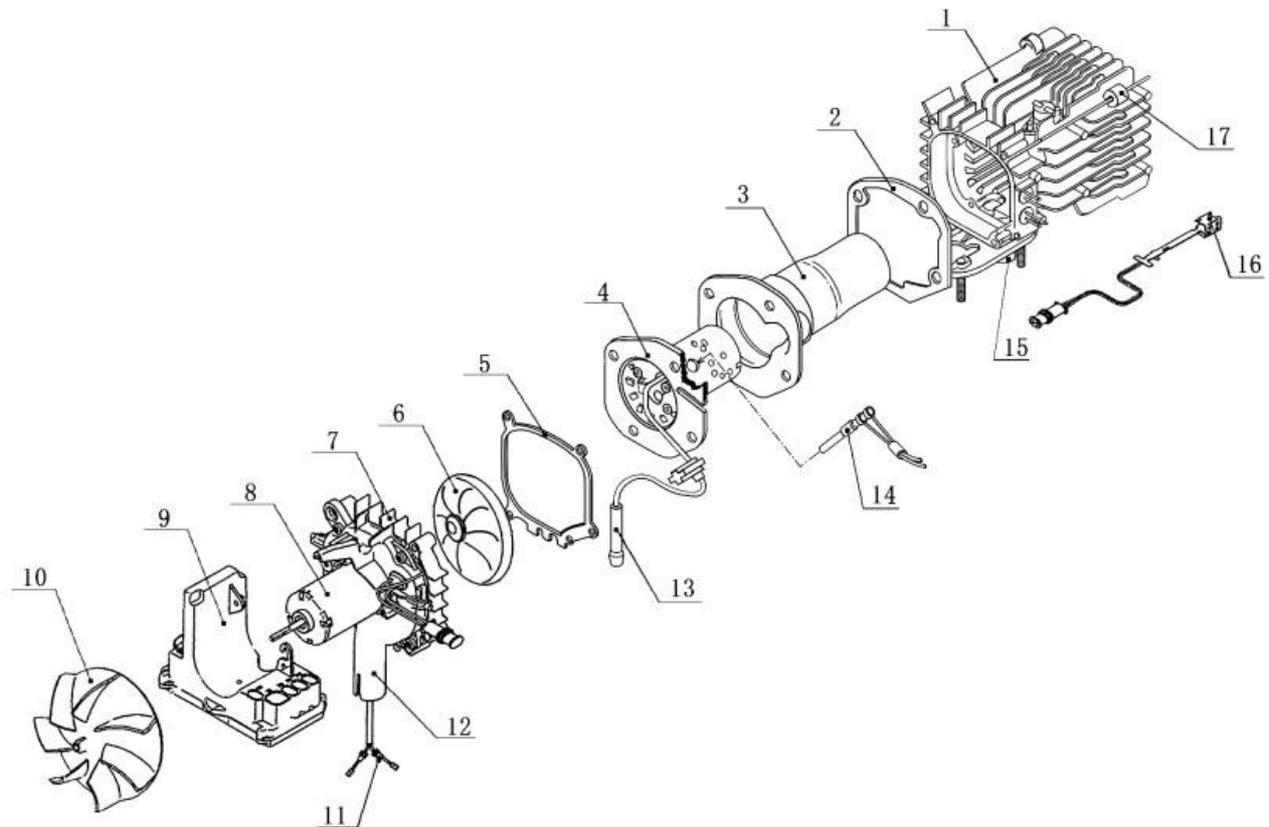
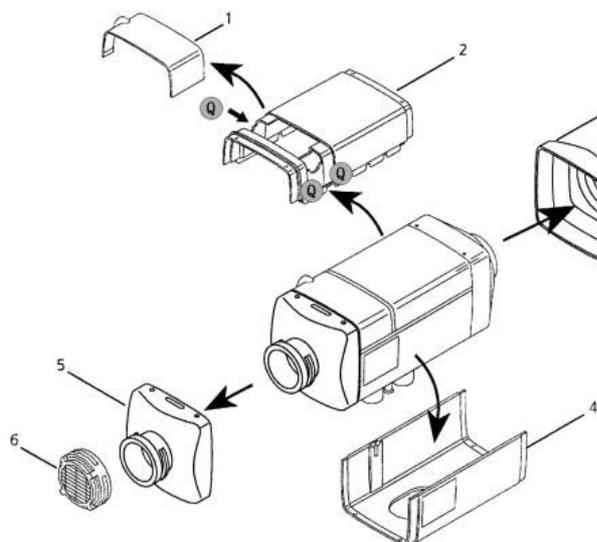
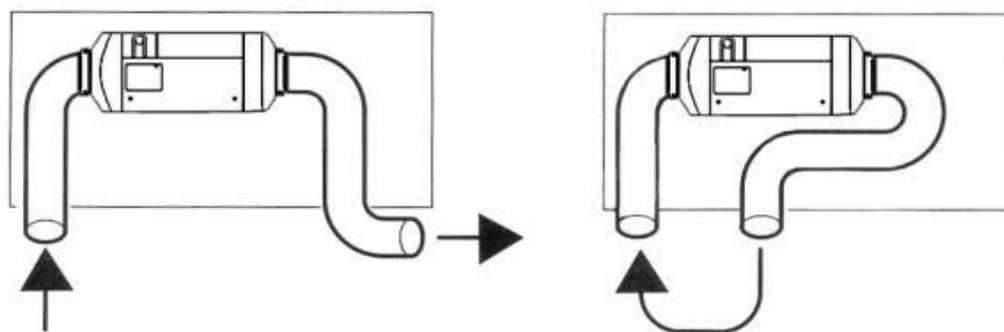

Рис. 3
Рис. 4
Рис. 11
На Рис. 3 представлена печка в разобранном виде.
Структура кожуха представлена на Рис.4. Он состоит из верхней крышки 2 (крышка распределительной коробки 1 может быть зафиксирована на отверстии в верхней крышке), нижней крышки 4, крышки на входе воздуха 6, крышки на входе потока воздуха в печку 5 и крышки на выходе горячего воздуха 3. Эти компоненты формируют канал прохождения воздуха. Крыльчатка вентилятора (Рис.3 -10) осуществляет забор холодного воздуха. Воздух нагревается теплообменником и выдувается наружу.
Контроллер (Рис. 3 -9) расположен перед печкой, позади нагревательного вентилятора. Контроллер, снабжённый однокристальным микропроцессором, осуществляет измерение температуры, частоты, скорости вращения и напряжение. Функции контроллера заключаются в автоматизации процесса нагрева, автоматизации системы контроля и автоматизации системы реагирования на неисправности.
Датчик перегрева (Рис.3 -16) установлен на задней внешней стенке теплообменника. Если температура превышает 182° С, то контроллер размыкает цепь топливного насоса и подача топлива прекращается и затем печка отключается с целью защиты от перегрева.
4.3.6 В случае внутренней установки печи необходимо принять меры чтобы избежать опадания горячего воздуха с выхода на входной порт печи (как показано на Рис. 11). Если в этом режиме входная труба не подсоединяется, то на входе печи должна быть установлена крышка с сеткой (Рис. 4 -б). Воздух на вход печи должен поступать из холодных мест салона, таких как места под креслами или задним диваном.